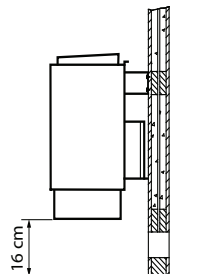

Abb. 6
4. Das Saunaheizgerät mit den Aufnahmeschlitten der Rückwand in der Wandhalterung einhängen und an den Abstandhalter anlegen (Abb. 6).